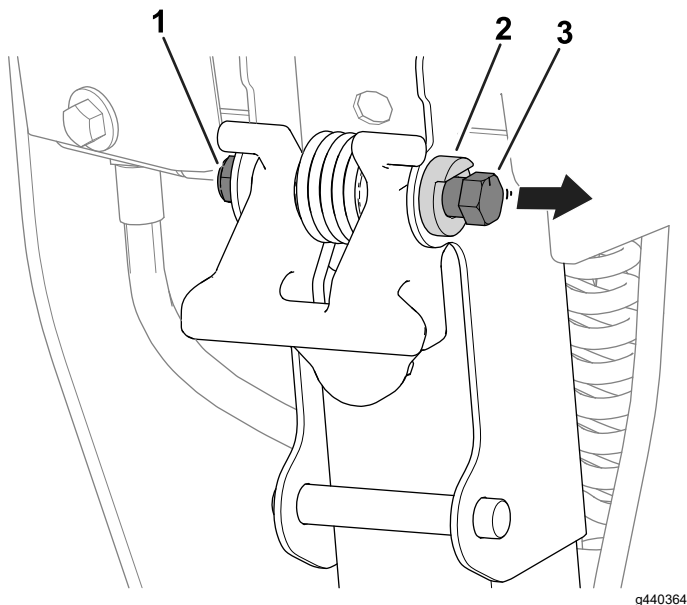

Figura 7
1. Desaperte a porca do parafuso do trinco de modo a que a cabeça do parafuso se possa mover livremente para além do batente da articulação (Figura 7).
3. Aperte a porca do parafuso do trinco (Figura 7) de modo a que a nova posição do parafuso esteja fixa contra o batente da articulação.